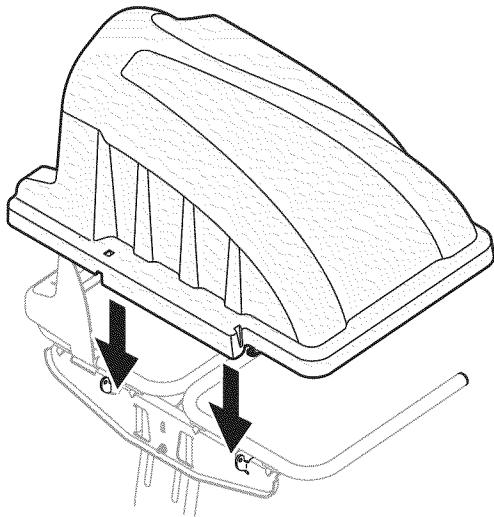
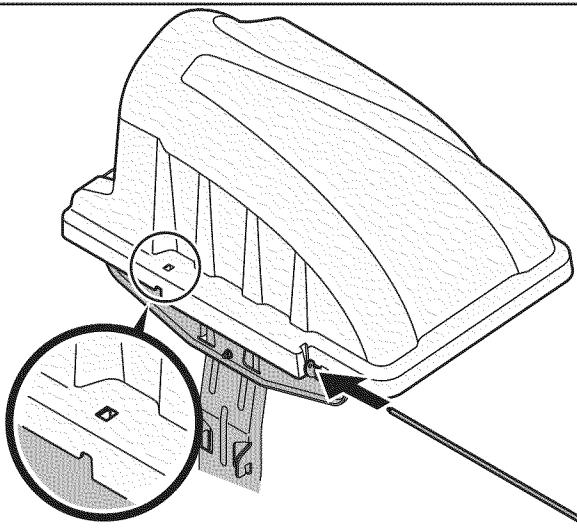
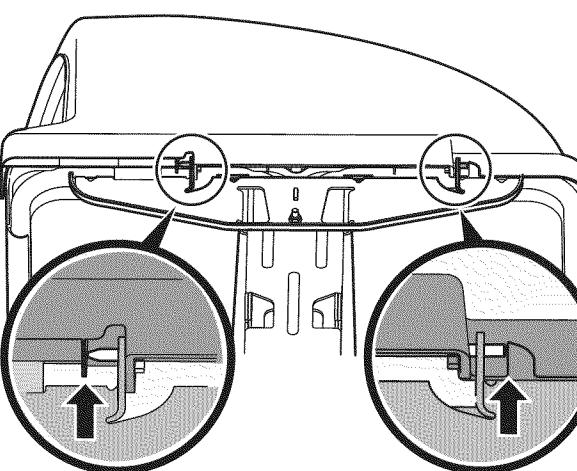

Figura 9
Figura 10
Figura 11
12. Deslice el pasador de horquilla en el orificio ubicado en la lengüeta de montaje, como se ve en la Figura 9. Use la ventana de abertura (Vea el recuadro de la Figura 10) para alinear el pasador de horquilla del otro lado y empujelo hasta que llegue al tope. En este punto el pasador calza en su posición y queda asegurado por una lengüeta en la cubierta de la embolsadora. Vea la Figura 11.